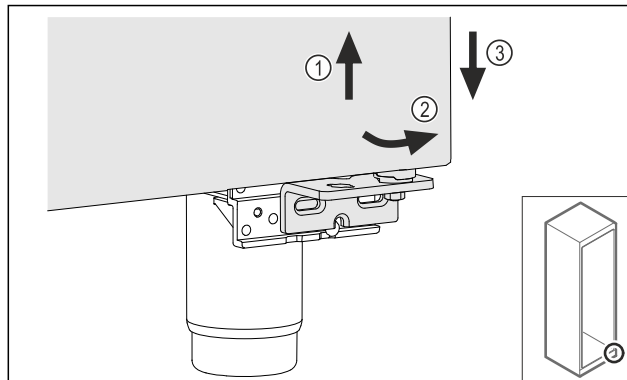

Fig. 19
- Nosta ovea hieman Fig. 19 (1), kallista alhaalta eteenpäin Fig. 19 (2) ja laske alas Fig. 19 (3).